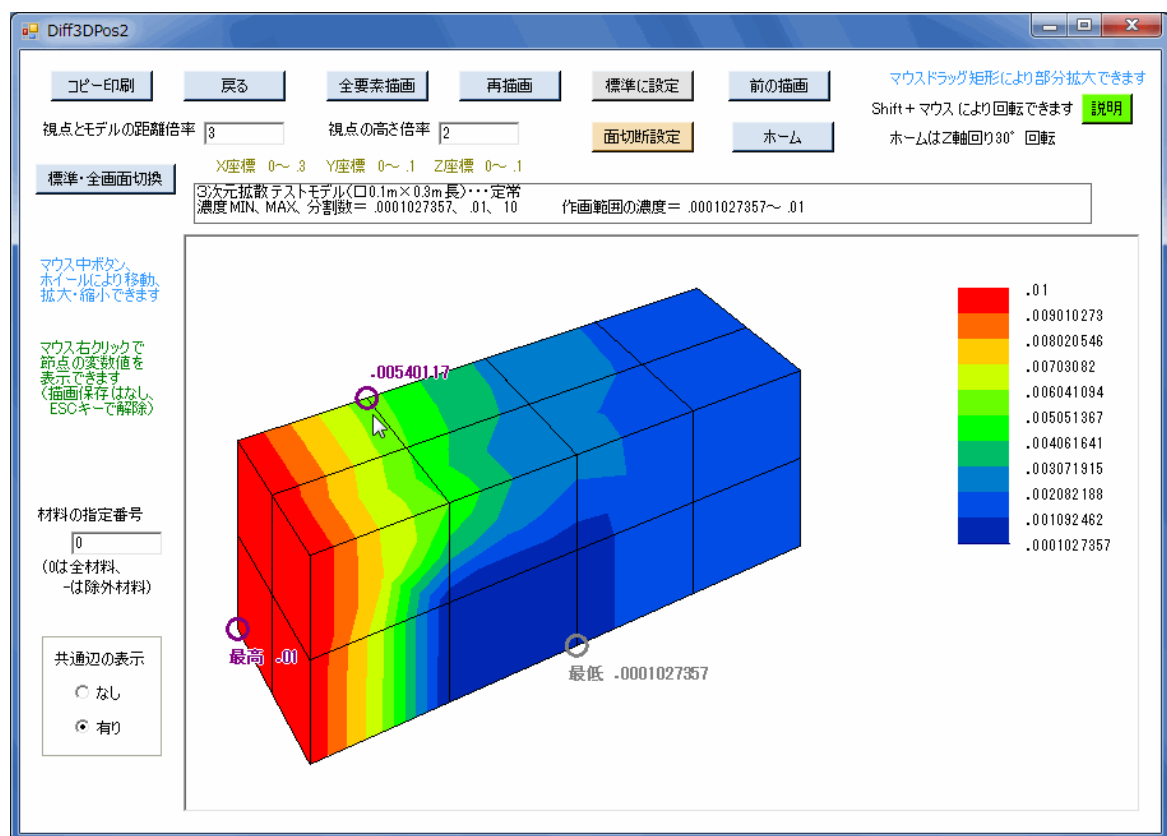

図6-12 等濃度線図の作画画面（定常解析、マウス右クリックの節点の変数値表示）
- ④マウス右クリックで任意の節点を選択すると、図6-12のように同節点の変数値が表示されます。